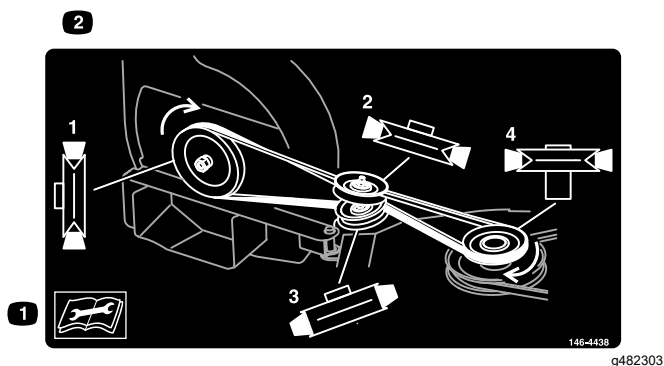
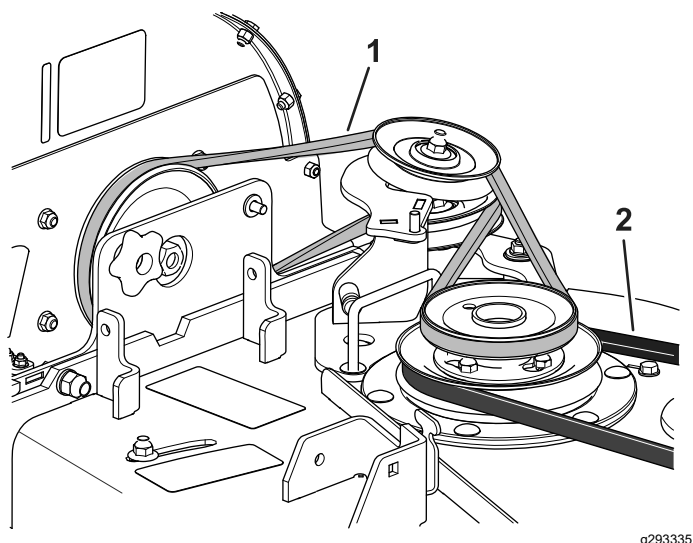

Figure 5
Figure 6
3. Placez la courroie sur les poulies et la poulie de tension, comme montré à la Figure 5 et la Figure 6.